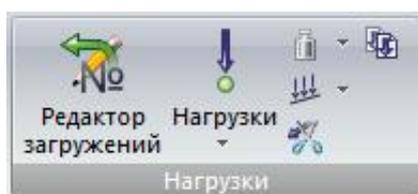

Рис. 17. Панель Нагрузки
- **Нагрузки** (рис.17) – операции по формированию загружений и назначению нагрузок на узлы и элементы схемы